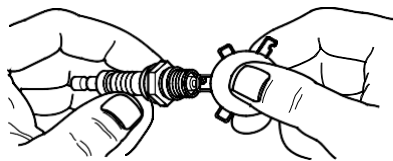

Рисунок 4-6. Свічка запалювання
- Перевірте зазор між електродами за допомогою дріт'яного щупа та встановіть зазор свічки запалювання до 0,6–0,7 мм (0,024–0,028 дюйма). Див. Рисунок 4-6.